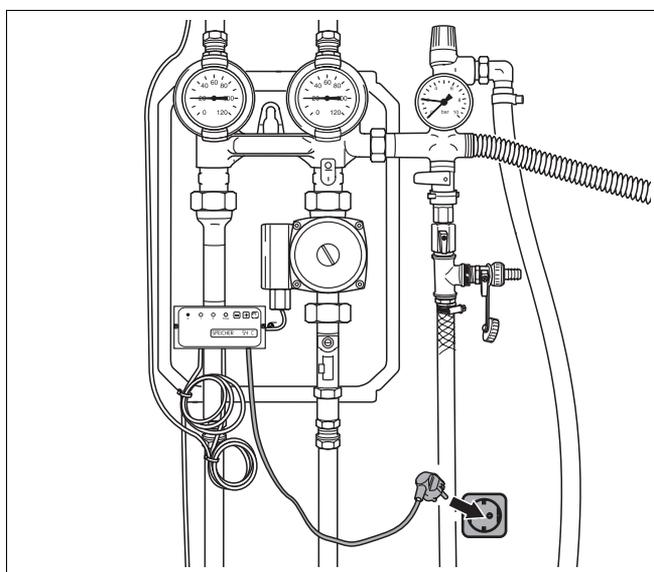

Abb. 28 Netzstecker einstecken
- Stecken Sie den Netzstecker der Kompletstation ein (Abb. 28).